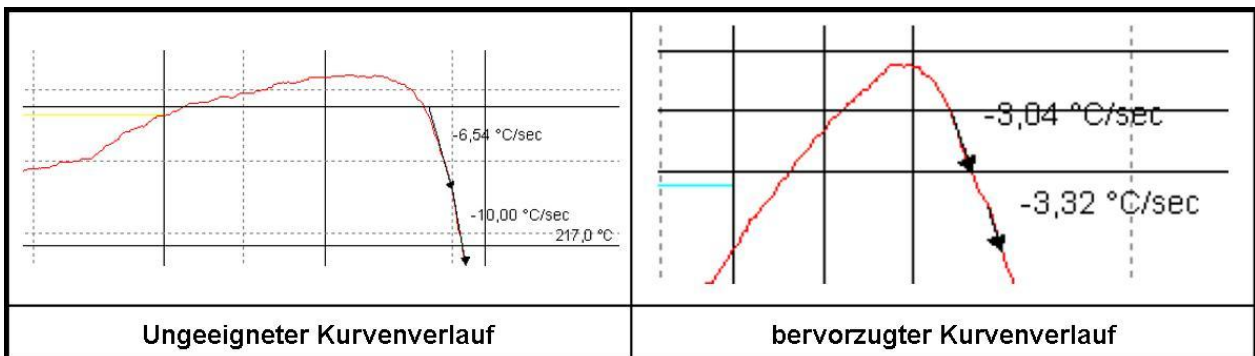

Bild 10: Beispiel eines ungeeigneten und eines bevorzugten Kurvenverlaufs im Zeitbereich über der Liquidus-Temperatur
- Gleichförmiger Kurvenverlauf um Peaktemperatur im Zeitbereich über Liquidus-Temperatur (Bild 10)